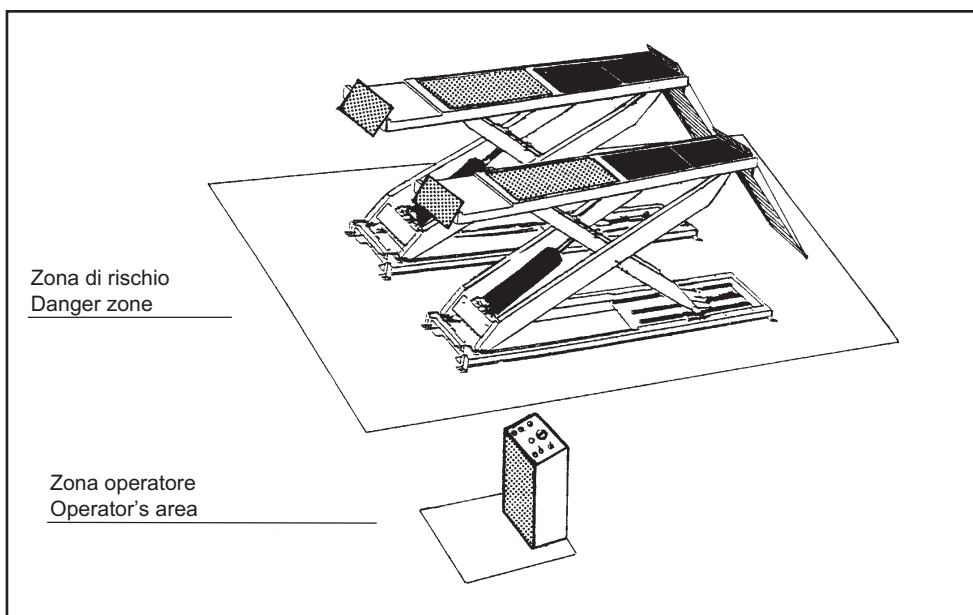

Fig.11
È estremamente importante che in fase di salita o discesa l'operatore agisca soltanto dalla postazione di comando indicata in Fig.11.
È vietato a chiunque sostare entro la zona a rischio indicata in Fig.11.
During lifting and lowering movements the operator must remain in the control station as defined in figure 11.
The presence of persons inside the danger zone indicated in figure 11 is strictly prohibited.
- si rispetti la zona di sicurezza durante il sollevamento (vedere Fig.11),
- do not enter the safety zone while vehicles are being lifted (see Fig.11),